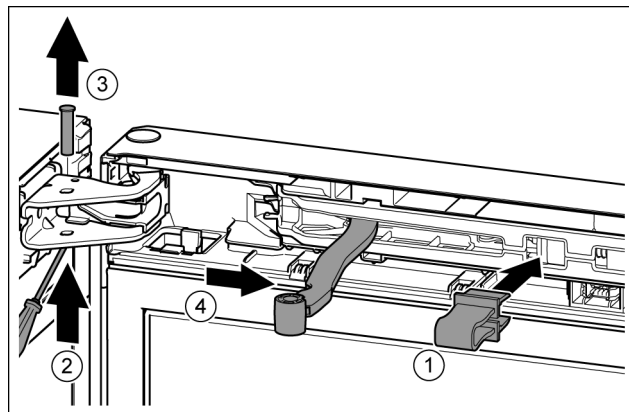

Fig. 13
- Зафіксуйте запобіжник в отворі. Fig. 13 (1)
- Виштовхніть палець за допомогою викрутки. Fig. 13 (2)
- Вийміть гвинт рухом нагору. Fig. 13 (3)
- Поверніть шарнір у напрямку дверцят. Fig. 13 (4)